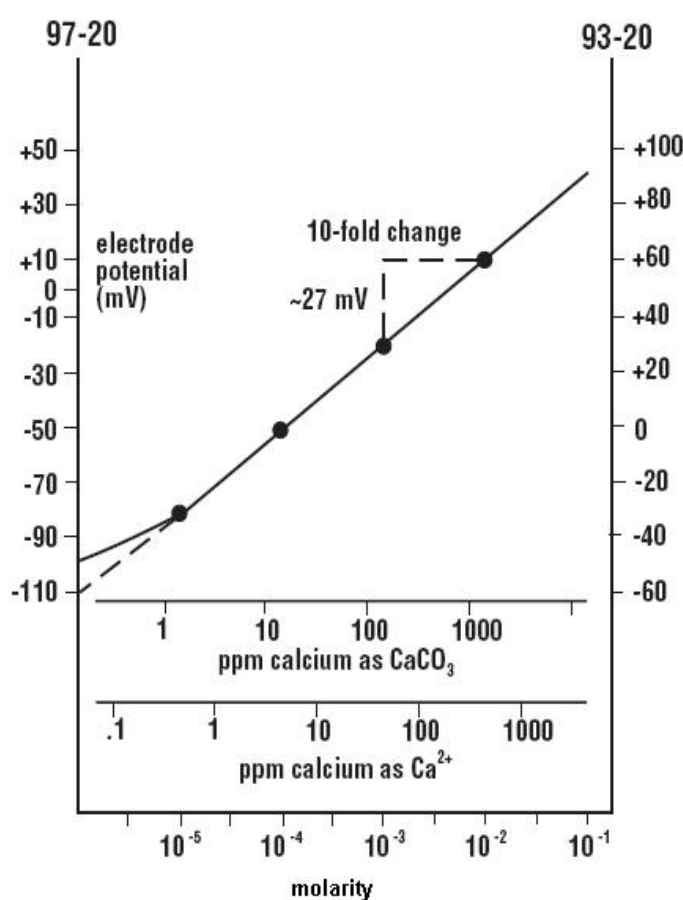

图4 典型的钙离子电极校正曲线
**mV 计:** 在半对数坐标纸上, 以测量所得标准液的电极电位为线性坐标, 浓度为对数坐标作图, 如图 4。
**mV 计：**在半对数坐标纸上，以测量所得标准液的电极电位为线性坐标，浓度为对数坐标作图，如图 4。
**mV 计**：记录每次添加标准液后的 mV 值。在半对数坐标纸上，以测量所得的 mV 值为线性坐标，浓度为对数坐标作图，如图 4。每天使用新鲜的标准液绘制新的校正曲线。